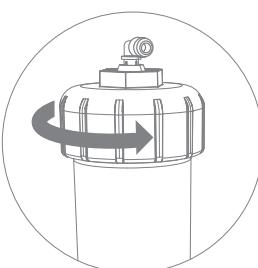
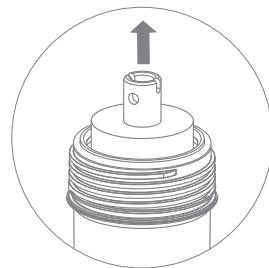

Рис. 28
Рис. 29
4. Открутите крышку корпуса (рис. 28), извлеките отработанную мембранны (рис. 29).